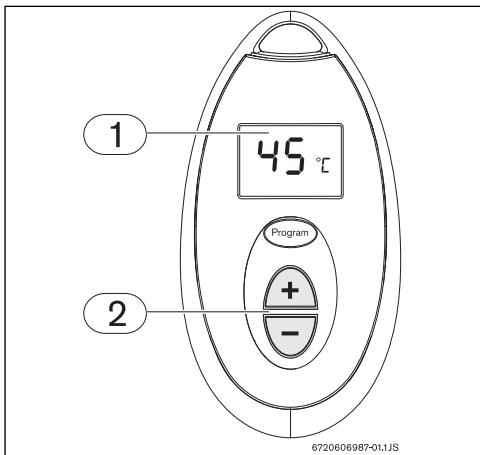

Fig. 6 Regolazione della temperatura
- ▶ Premere il tasto o sul telecomando (Fig. 6 Fig. , [pos. 2]) fino a visualizzare la temperatura desiderata sul display del telecomando (Fig. 6, [pos. 1]).